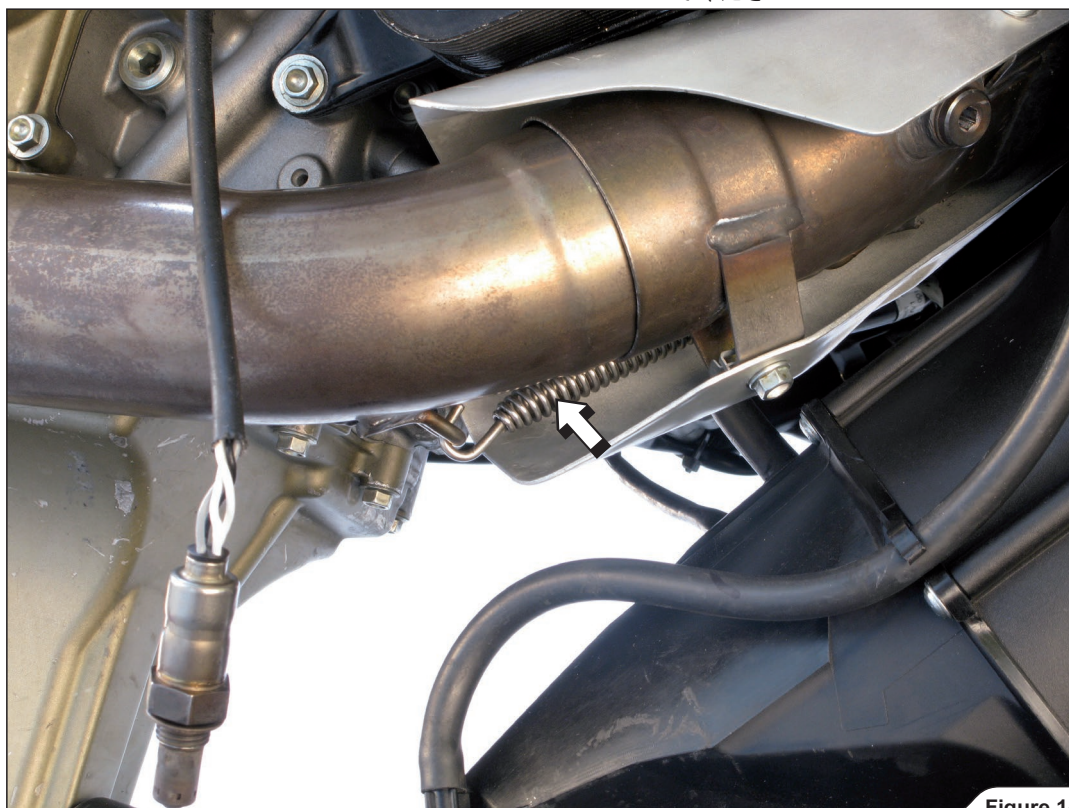

Figure 14
10. フロントマニホールドの図に示すスプリングを外します (図14)。